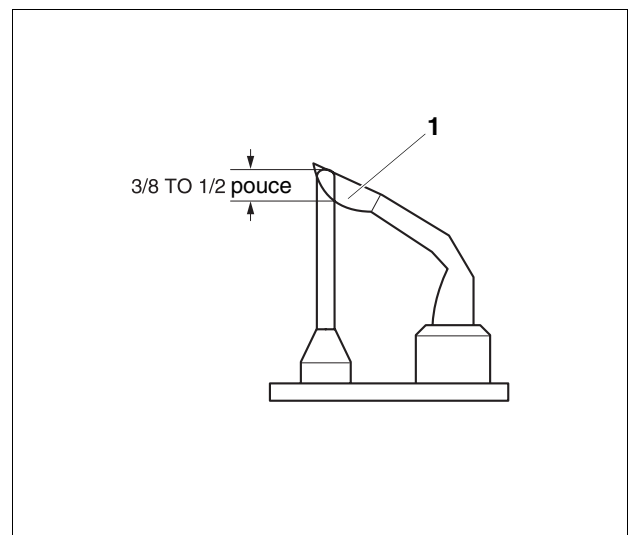

Fig. 36 Réglage correct de la flamme d'allumage
43. Observer la flamme d'allumage par le regard (→ fig. 36) sur le boîtier du brûleur.